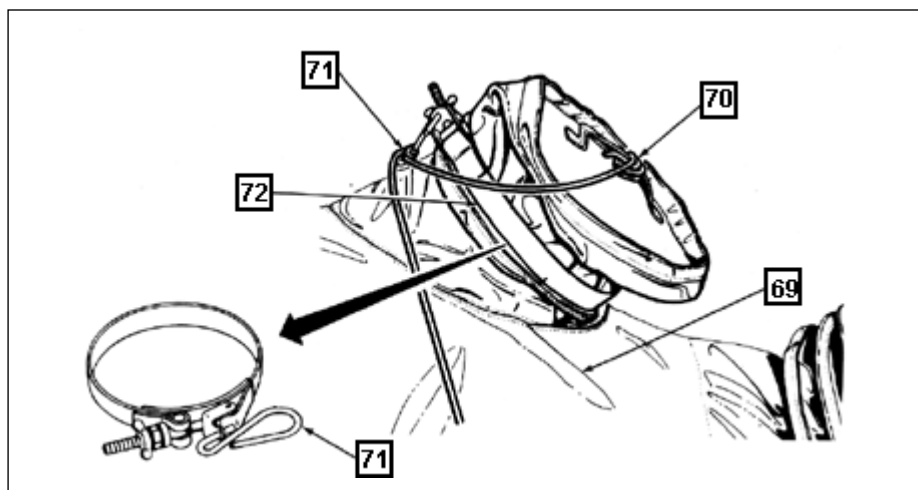

Fig 8-30. Amarração da coifa da luneta
(23) O cordão do "kit" deve ser cortado em quatro peças de 2,4 m. A primeira peça(69) deve ser atado à coifa da luneta(70) e ao anel(71) da braçadeira de solda rápida(72) Após isso, passar o cordão pelo olhal de içamento(73), amarrando firmemente. (Fig 8-30)